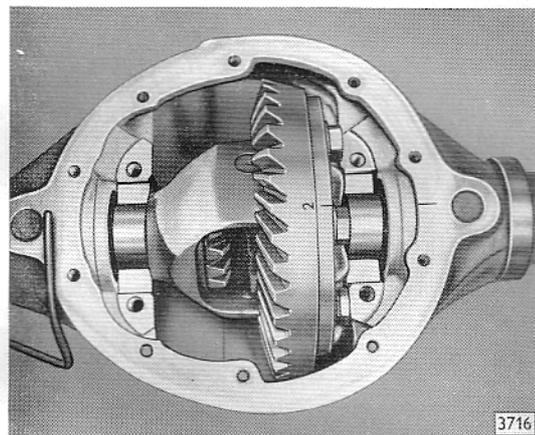

Bild 49 - Lage des Ausgleichgehäuses zum Hinterachsgehäuse gezeichnet
13. Vor dem Herausnehmen des Ausgleichgehäuses mit Tellerrad aus dem Hinterachsgehäuse ist die Lage des Ausgleichgehäuses zum Hinterachsgehäuse zu zeichnen (Bild 49). Hierdurch wird gewährleistet, daß beim nachfolgenden Einbau des Ausgleichgehäuses mit Kegellagern die Zähne des Tellerrades mit denen des Antriebskegelrades an der gleichen Stelle in Eingriff kommen, wie sie zuvor beim Messen der Breite zwischen Ausgleich- und Hinterachsgehäuse im Eingriff waren. Voraussetzung für das Zeichnen ist, daß das Antriebskegelrad nach Herausnahme des Ausgleichgehäuses nicht gedreht wird. Das gleiche gilt auch beim Herausnehmen des Ausgleichgehäuses aus dem Hinterachsgehäuse. Gegebenenfalls ist die Lage des Antriebskegelrades zum Hinterachsgehäuse zu zeichnen.